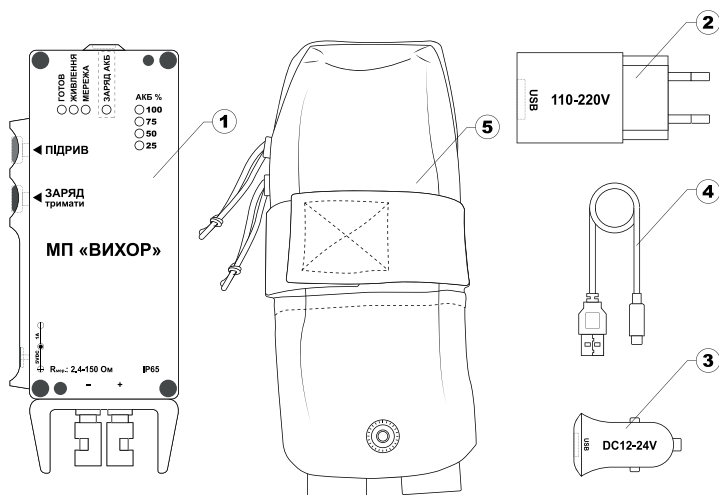

Рисунок 1: Загальний вигляд комплекту постачання приладу (без експлуатаційної документації)
1.4. Загальний вигляд комплекту постачання приладу (без експлуатаційної документації) відображений на Рис. 1